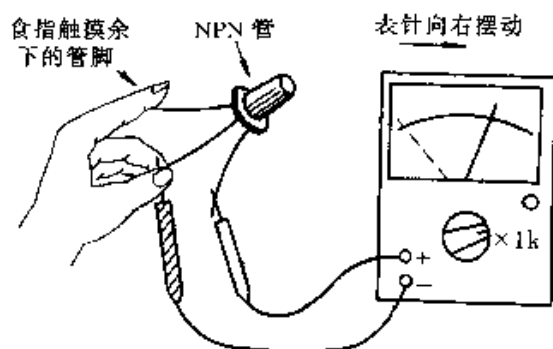

图 2-226
④ 将万用表置于“ $R \times 1k$ ”挡(以 NPN 管为例),红表笔接基极以外的一管脚,左手拇指与中指将黑表笔与基极以外的另一管脚捏在一起,同时用左手食指触摸余下的管脚,如图 2-226 所示,这时表针应向右摆动。将基极以外的两管脚对调后再测一次。两次测量中,表针摆动幅度较大的那一次,黑表笔所接为集电极,红表笔所接为发射极。表针摆动幅度越大,说明被测三极管的 β 值越大。